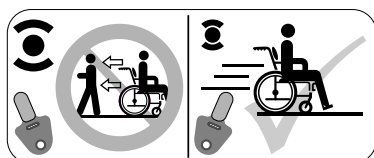
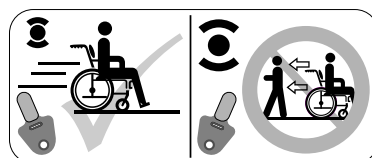

Fig. 5.4
Fig. 5.5
Position „Schieben“: Stellen Sie den Hebel so ein, dass sich der Hebel auf der Seite des Antriebsrads in der unten abgebildeten Stellung befindet (Fig. 5.4 – Fig. 5.5).
- Den Benutzer nicht unbeaufsichtigt lassen, wenn sich der Rollstuhl in der Position „Schieben“ befindet (Fig. 5.4 - Fig. 5.5).
- Den Hebel nie an Gefällen auf die Position „Schieben“ stellen! Wenn der Freilaufhebel auf „Schieben“ gestellt ist, wird die automatische Feststellbremse deaktiviert. Dadurch kann der Rollstuhl das Gefälle nach unten rollen (Fig. 5.4 - Fig. 5.5).